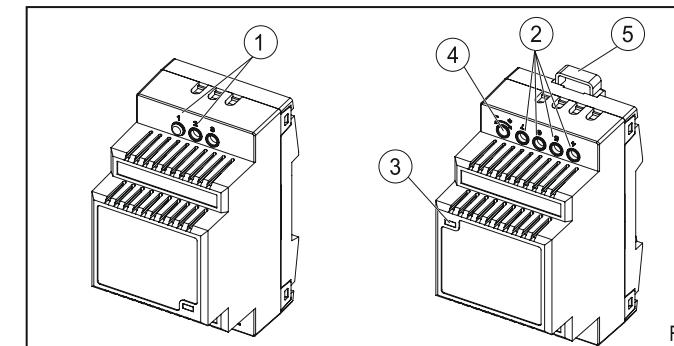

Fig. 1
### 2. Installation Fig. 1,2
### 4. Input ①, Fig. 1
### 5. Output ②, Fig. 1
### 4. Entrée ①, Fig. 1
### 5. Sortie ②, Fig. 1